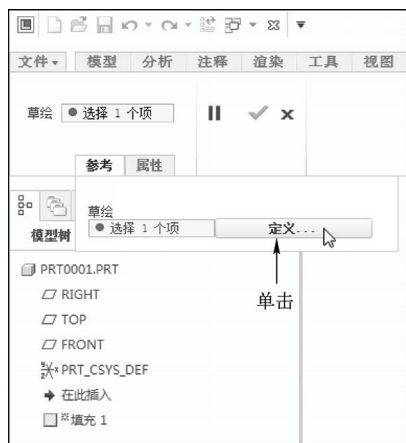

图 16-3 单击“定义”按钮一
STEP 02 单击“参考”按钮，弹出“参考”下滑面板，单击“定义”按钮，如图 16-3 所示。